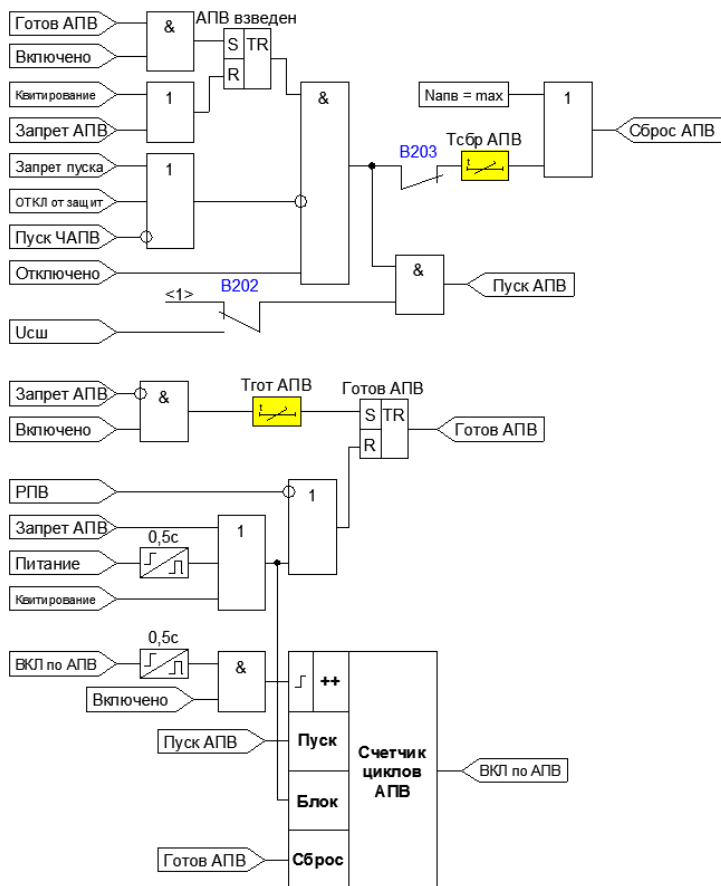

Рисунок 4.2.4 – Функциональная схема АПВ
- после включения ВВ набрана выдержка времени готовности, появился сигнал готовности и выключатель продолжает оставаться включенным (Рисунок 4.2.4);